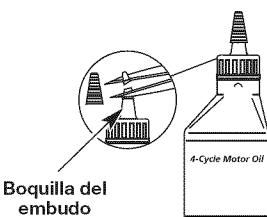

Fig. 6
- Desenrosque la tapa de la botella de aceite y retire el sello de papel que cubre la apertura. Vuelva a colocar la tapa. Corte la punta de la boquilla del embudo (Fig. 6).